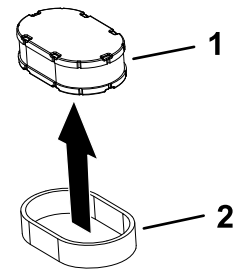

Figura 42
5. Separe los elementos de gomaespuma y papel (Figura 42).